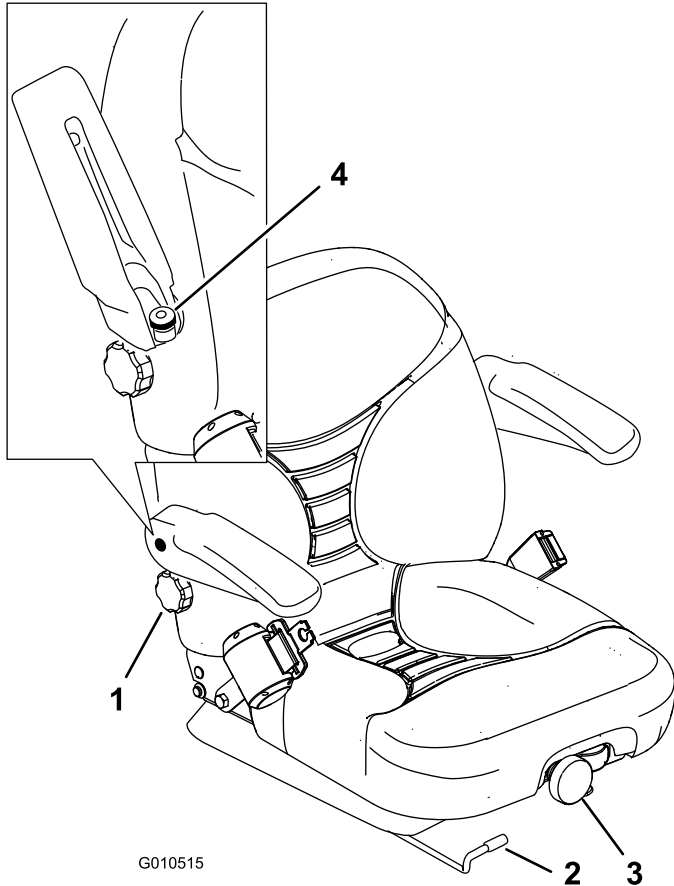

Figure 36
1. Poussez le levier de réglage sur le côté pour débloquer et régler le siège (Figure 36).
Pour ce faire, tournez le bouton avant dans un sens ou dans l'autre pour obtenir la position la plus confortable (Figure 36).
Pour ce faire, relevez les accoudoirs et tournez le bouton avant dans un sens ou dans l'autre pour obtenir la position la plus confortable (Figure 36).
Pour ce faire, tournez le bouton situé sous l'accoudoir droit dans un sens ou dans l'autre pour obtenir la position la plus confortable (Figure 36).